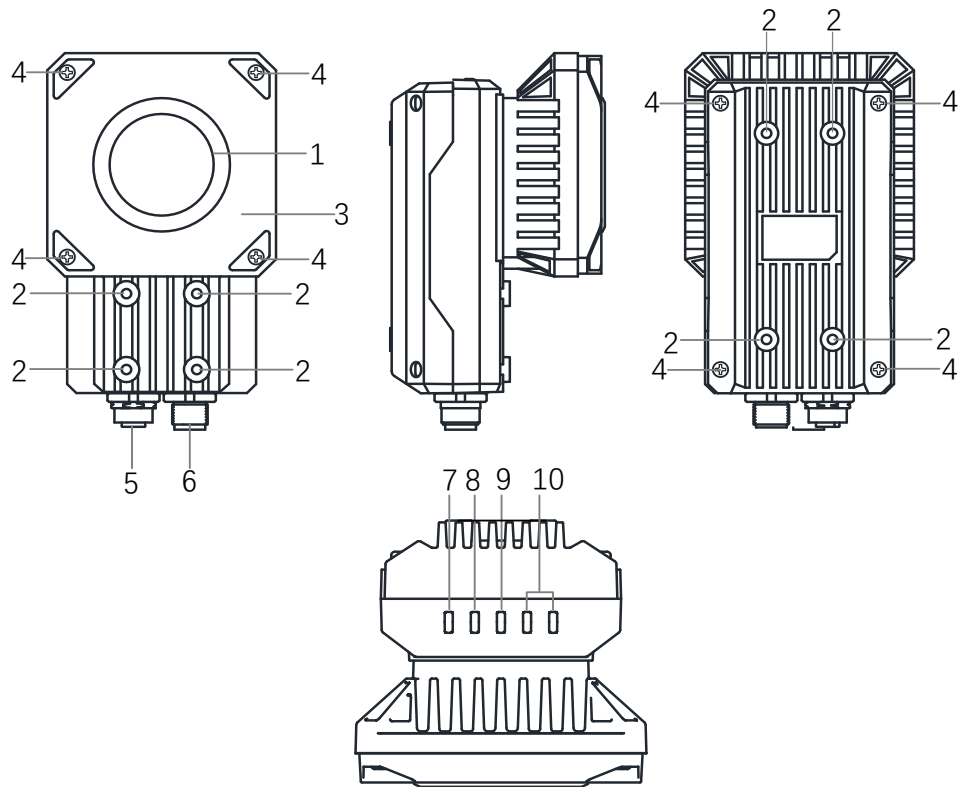

图1-1 自带四路光源、机械调焦镜头设备外观
- 设备自带四路光源，自带机械调焦镜头，外观如图 1-1 所示。